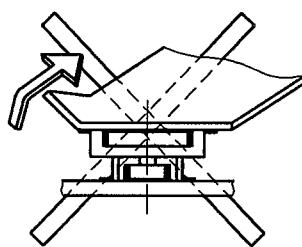

FIGURE-8
**1) ESPECIALLY, PLEASE DO NOT EXTRACT FROM THE CORNER AS FIGURE-8. IT GIVES CRITICAL STRESS TO THE CONTACTS ON THE CROSS CORNER.**